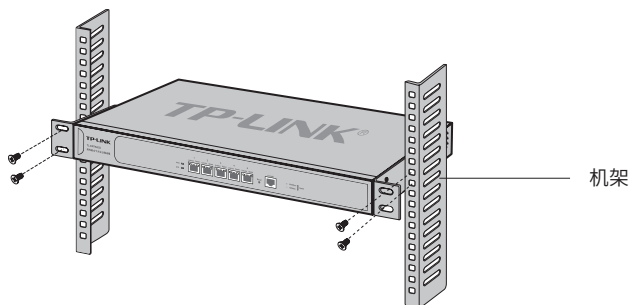

图2-2 机架安装示意图
- 用螺钉将L型支架固定在机架两端固定的导槽上，确保路由器稳定、水平地安装在机架上，如图2-2所示。